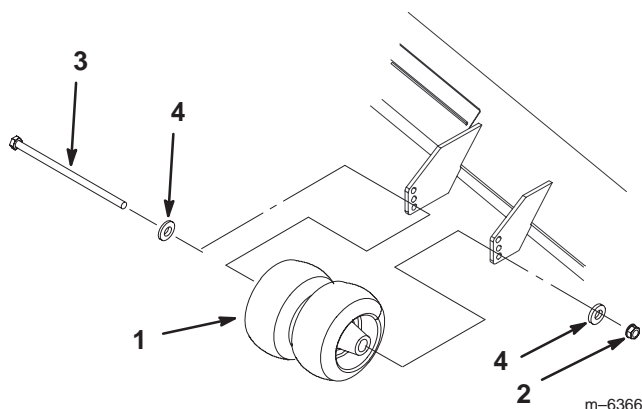

Figure 20
1. Après avoir réglé la hauteur de coupe, vérifiez que les roues de jauge procurent une garde au sol minimale de 10 mm (Fig. 20).
2. Si un réglage est nécessaire, retirez le boulon, les rondelles et l'écrou (Fig. 20).
3. Choisissez le trou requis pour que les roues de jauge soient à 10 mm ou plus du sol (Fig. 20).
4. Remettez le boulon, les rondelles et l'écrou (Fig. 20).